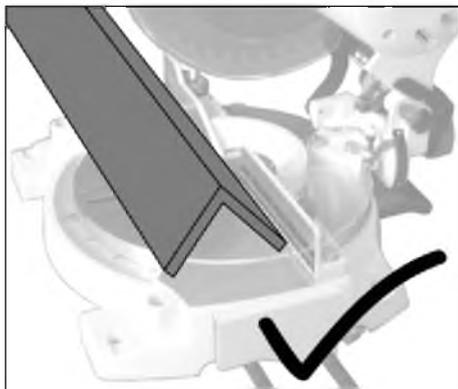

Рис. 5
- Профиль следует пилить так, чтобы диск сначала проходил через самое малое сечение. (Рис. 5).